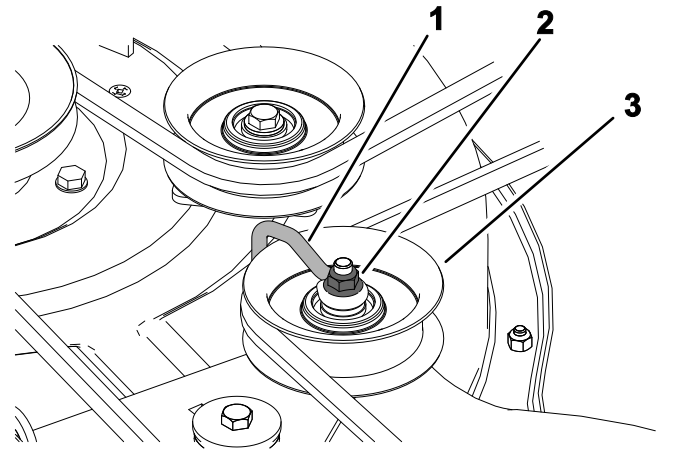

**Figura 55**
5. Slăbiți urubul și împingeți proeminența spre interiorul capacului, pentru a îndepărta capacele fuliei (Figura 55).